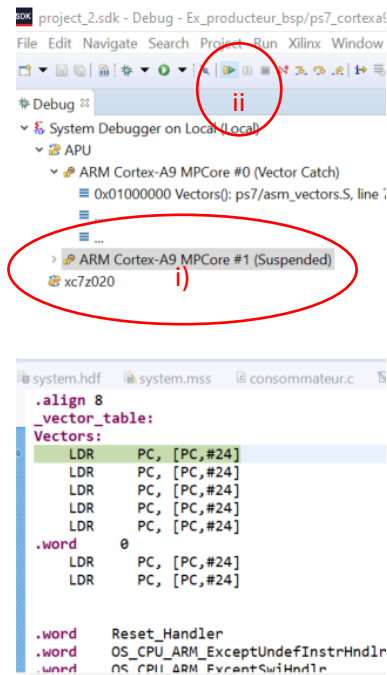

Figure 14
- 8) Vous avez maintenant le choix de démarrer soit le core 0 ou le core 1. Comme notre application démarre par le producteur qui fait une mise à 0 des signaux *ack* et *req* (Figure 5), nous allons d'abord démarrer le ARM Cortex-A9 MPCore # 1 en premier. Comme montré à la figure 14 :